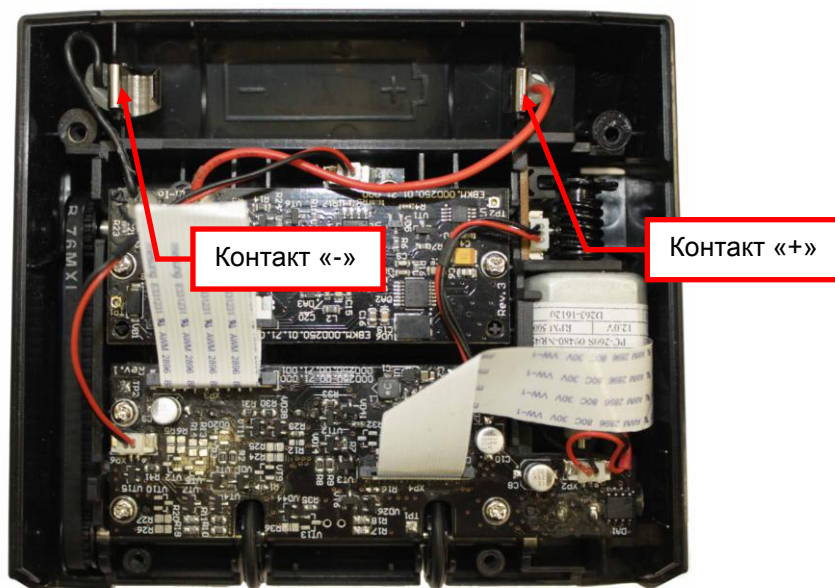

Рисунок 9.6
9.3.3 Снимите, с помощью пинцета и отвертки с плоским шлицем, контакты модуля (см. рис.9.6).